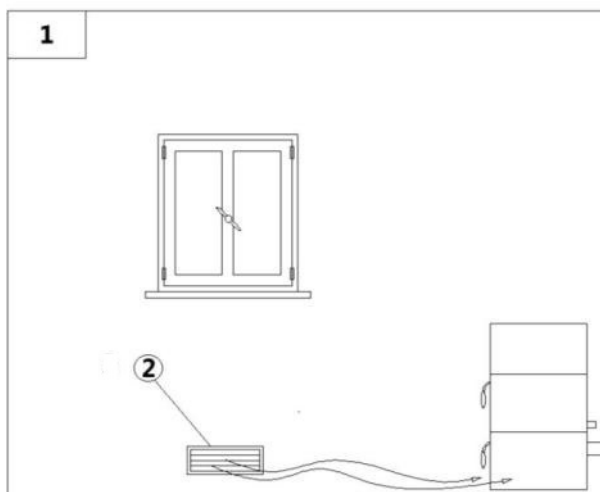

Fig. 11 - Direkte lufttilstrømning
TEGNFORKLARING Fig. 11
- Lufttilstrømningen fra det fri til lokalet kan ske direkte gennem en åbning i lokalets ydervæg (se Fig. 11).